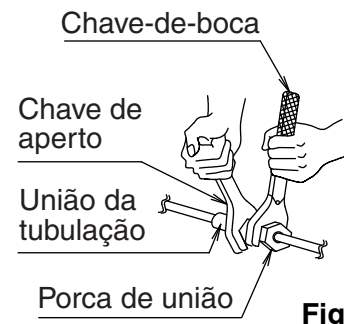

Fig. 13
- Certifique-se de que utiliza uma chave-inglesa e uma chave de porcas em conjunto, conforme ilustrado no desenho, ao ligar e desligar tubos da unidade. **(Consulte a Fig. 13)**